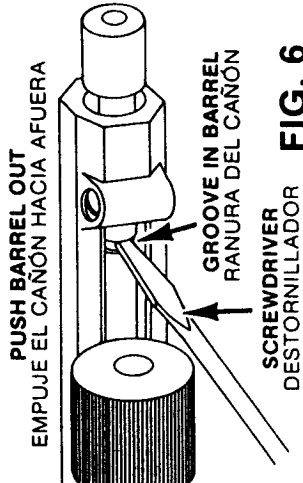

FIG. 6
- E. Put a screwdriver in the grooves in the Barrel and push the Barrel out of the pistol. (Fig. 6)
- E. Ponga un destornillador en las ranuras del cañón y empuje el mismo fuera del revólver. (Fig. 6)